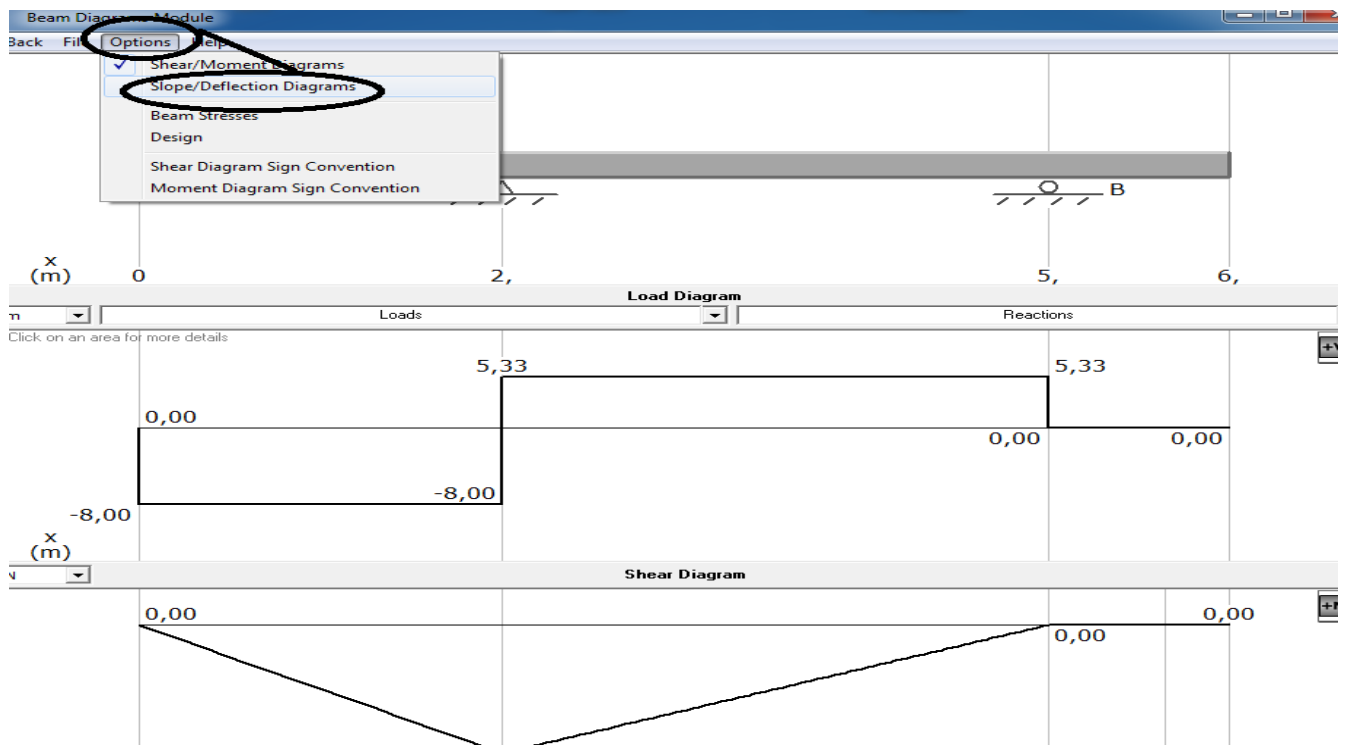

Figura 32- Pentru calcularea sagetilor si rotirilor
-In figura 32 se alege Options-Slope /Derflections Diagrams, se da clic dreapta pe Slope /Derflections Diagrams;